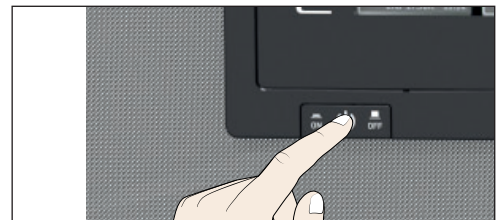

Abb. 26 Gerät ausschalten
1. Falls im Innenraum am Lüfterschacht ein HEPA-Filter (Mehrausstattung, Abb. 26) montiert ist: HEPA-Filter ausbauen. Er kann beim Sterilisieren beschädigt werden.